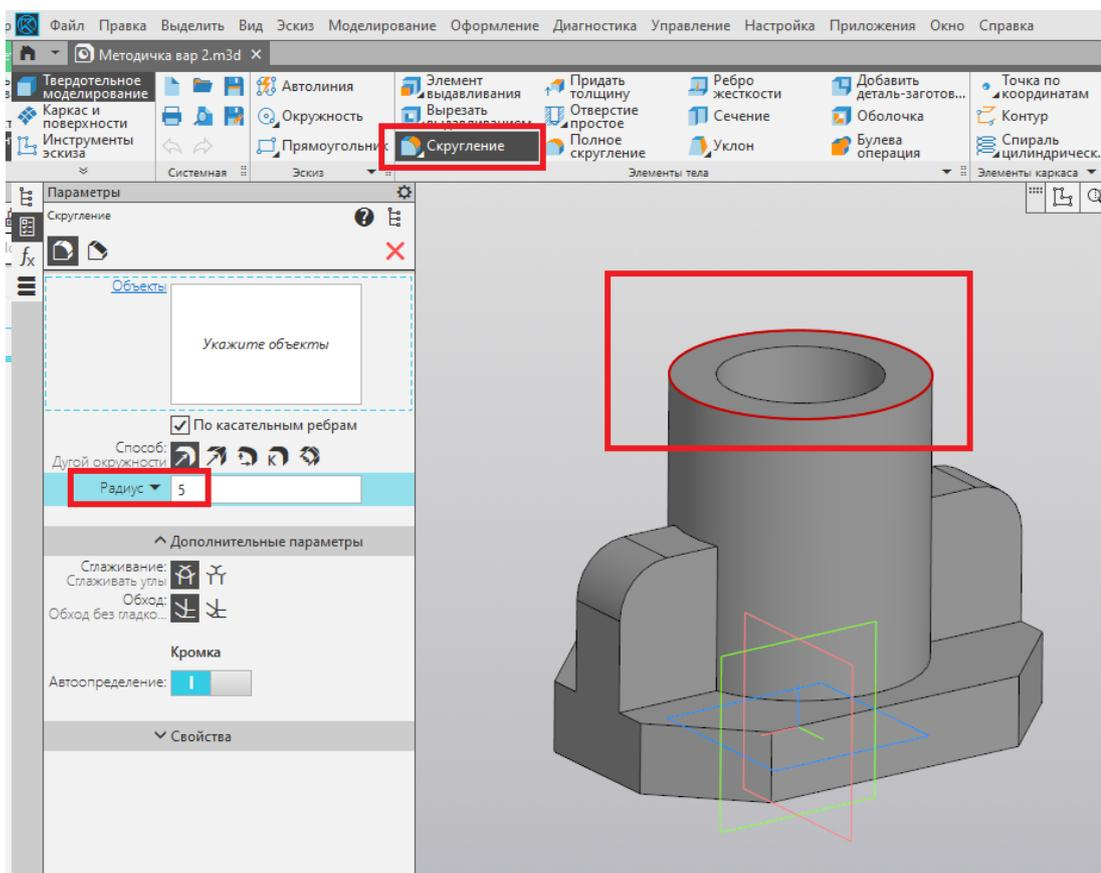

Рис. 98
26. При помощи команды «Скругление» добавим скругление радиусом 5 мм для верхней кромки цилиндра (рис. 98).